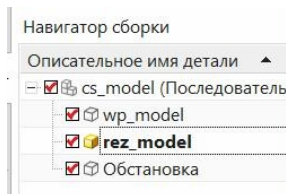

рис.19
- Предварительно в сборке *cs_model* сделаем *рабочей деталью* проект *rez_model* (рис.19, 20). Обратите внимание на то, что в *рабочем поле* сейчас тускло видны: серая деталь *Обстановка*, и зеленый проект *wp_model*.